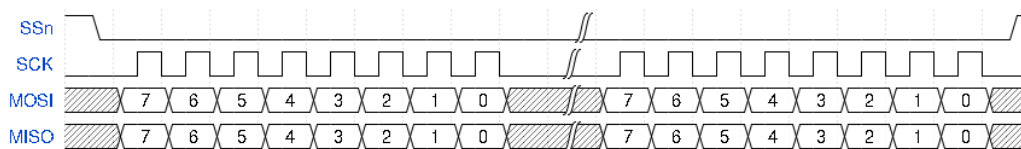

Figure 4: liaison SPI
Comme illustré par la figure 4, elle est généralement composée de quatre signaux : une horloge (SCK), un signal de sélection (SS), deux signaux de données (un dans chaque sens). Ceux qui s'y connaissent un peu en électronique auront remarqué que la masse n'est pas incluse dans ces signaux, alors qu'elle est vitale pour que le transfert se passe correctement. C'est parce que cette liaison est pensée pour être locale à une carte électronique. Le montage que nous utilisons ici n'est donc, au mieux, que du bricolage.